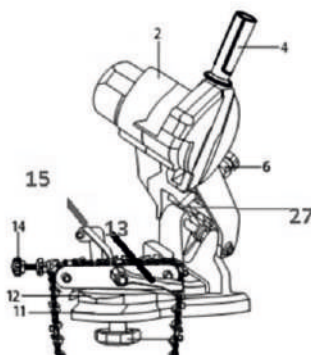

Рис.7
### Заточка режущего зуба (рис.7)
Заточку цепи, необходимо начинать с заточки режущих зубьев (1). (Рис. 5) Затачивайте зубья равномерно, вначале каждый второй зуб с одной стороны, потом каждый второй зуб с противоположной стороны. Длина режущих зубьев должна быть одинаковая. Различная длина не допускается и может привести к нежелательным последствиям. 1. Поднимите упор (15) и вложите цепь в направляющие. 2. Отпустите упор в правую сторону. 3. Протяните цепь вправо до положения, когда подлежащий заточке зуб минует упор. 4. Потяните цепь влево, чтобы зуб уперся в упор. Зафиксируйте это положение. 5. При заточке зубьев цепи плавно опускайте корпус (2) до касания винтом (6) упорной площадки (27). (Рис. 7)